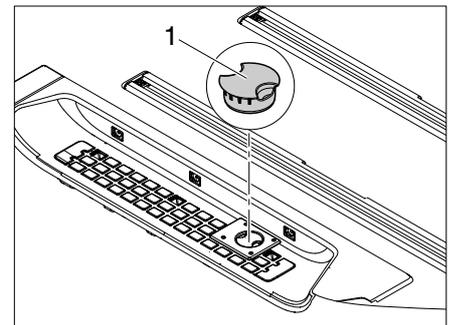

Bild 60 Schutzkappe aufstecken
- Schutzkappe (Bild 60,1) auf die freigewordene Gasentlüftungsöffnung setzen.